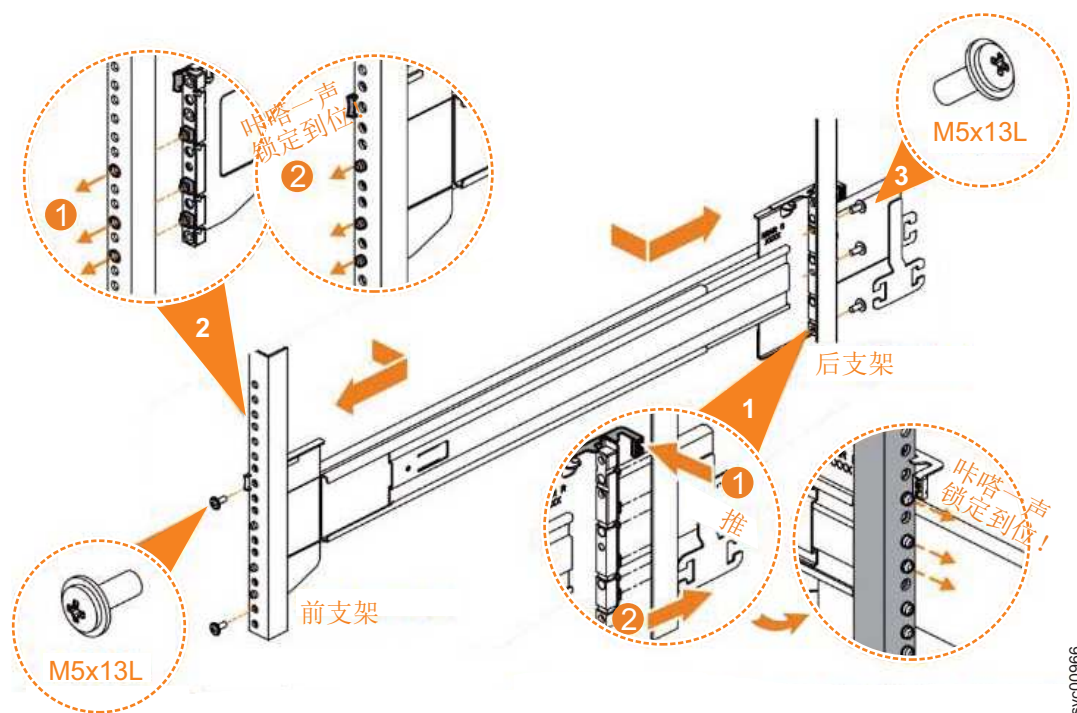

图 58. 将导轨组合件安装到机架中
6. 使用 M5 螺钉将外部导轨构件和支架组合件安装到机架中，如图 58 中所示。